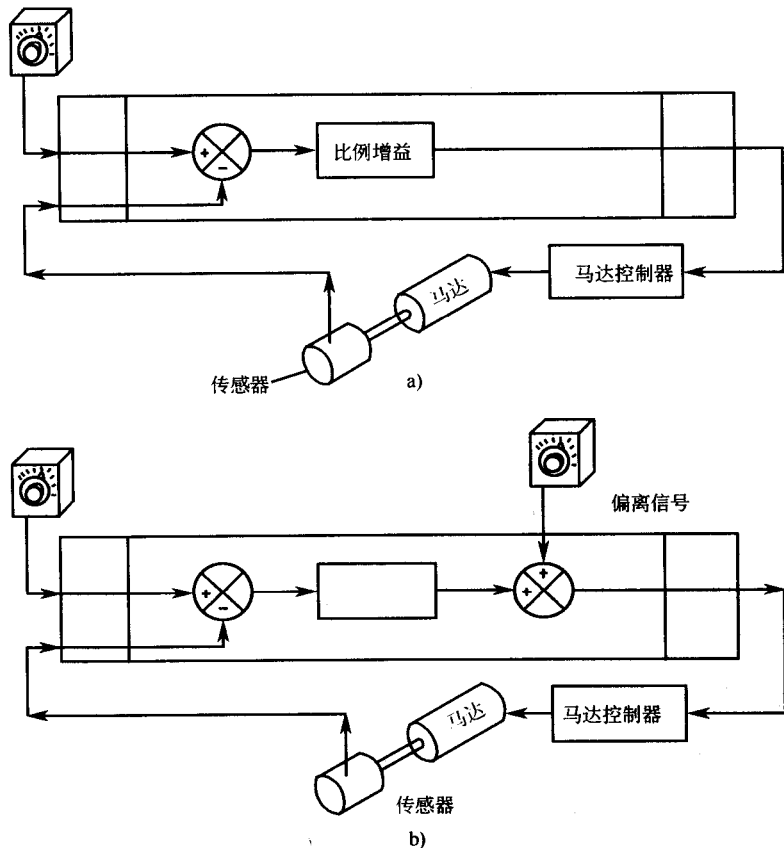

图 12-18 电动机速度控制: a) 无偏离量; b) 有偏离量
偏离量是在控制变量输出值的计算中加入的给定值。通常是在所有其他计算都完成后才加入的。图 12-18 给出了一个需要加偏离量的情况。直流电动机的速度是被控变量,速度传感器提供与电动机的实际速度成正比的过程变量。图 12-18a 中,没有加入偏离量,PLC 利用控制变量输出信号来控制电动机的速度,其中控制变量是由速度误差值乘以比例增益 (G) 得到的。控制变量通过电动机控制器控制电动机的扭矩。这样的控制是有缺陷的,因为当电动机的速度刚好为所要求的时,控制变量将变成 0,这样,电动机扭矩也就变成了 0,